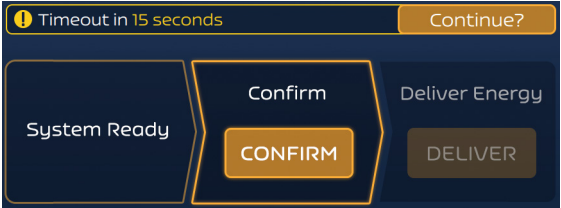

Figure 8. Message d'avertissement de dépassement de délai
- Une fois que le bouton PREPARE (PRÉPARER) est enfoncé, il sera activé pendant environ quatre minutes. Si ce temps est dépassé, le générateur FARASTAR PFA repassera à l'état « Idle » (Inactif), ce qui nécessitera une réinitialisation. Un compte à rebours s'affiche dans les 15 secondes qui suivent la fin du délai. Le bouton CONTINUE (CONTINUER) peut être enfoncé pendant ce compte à rebours pour démarrer une seconde période de temporisation de quatre minutes (voir Figure 8). Si le deuxième délai est dépassé, le générateur FARASTAR PFA repassera à l'état « Idle » (Inactif), ce qui nécessitera une réinitialisation.
**Remarque :** le bouton DELIVER (FOURNIR) n'est activé que pendant 10 secondes, après quoi CONFIRM (CONFIRMER) doit être pressé à nouveau. De plus, le bouton CONFIRM (CONFIRMER) sera activé pendant 4 minutes. Si ce temps est dépassé, le générateur FARASTAR PFA repassera à l'état « Idle » (Inactif), ce qui nécessitera une réinitialisation. Un compte à rebours s'affiche dans les 15 secondes qui suivent la fin du délai. Le bouton CONTINUE (CONTINUER) peut être enfoncé pendant ce compte à rebours pour démarrer une autre période de temporisation de quatre minutes (voir Figure 8).